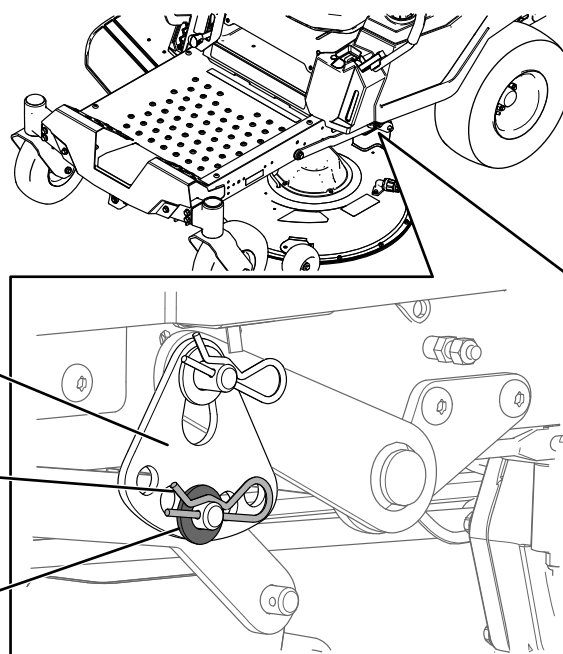

Figura 67
6. Rimuovete la coppia e la rondella dal perno del braccio di sollevamento inferiore (Figura 67).